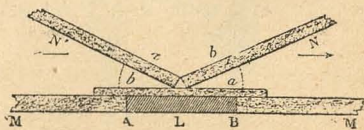

Fig. 195.—Imantación.
2.º *Procedimiento de doble contacto.*—Se colocan las dos extremidades *b* y *a* de la barra que se quiere imanar, sobre los polos contrarios *A* y *B* de dos imanes poderosos (fig. 195); después se toman otros dos imanes de igual fuerza cuyos polos contrarios *A'* y *B'* se aplican al centro de la barra, inclinándolos sobre ella. Estos dos polos están separados por una pieccita de madera, y corresponden á los polos de los imanes fijos. Hecho esto, se dirige la fricción con los dos imanes inclinados hacia una extremidad de la barra; después hacia la otra, y así sucesivamente, recorriéndola en toda su longitud.
3.º *Método de contactos separados.*—La disposición es la misma que en el método anterior (fig. 195). Se separan uno de otro los dos imanes movibles, haciéndolos resbalar separadamente hacia las extremidades de la barra;